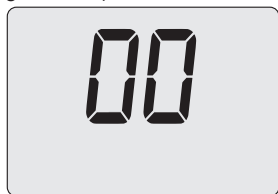

Figura 5.39
- Premendo il tasto 17 (Figura 5.36) sul display LCD appare il valore del parametro P07 (Figura 5.39).